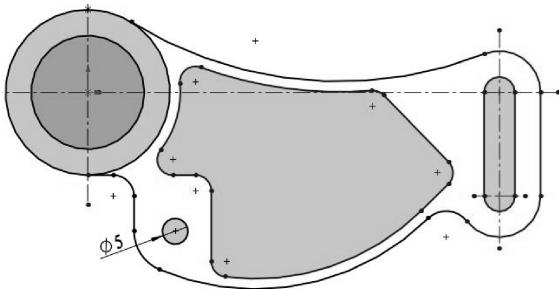

图 2-129 绘制圆
- 单击 $\text{C 圆心和点}$ 按钮，在左下角圆角半径为 R8 的圆心位置上绘制直径为 Ø5 的圆，如图 2-129 所示。